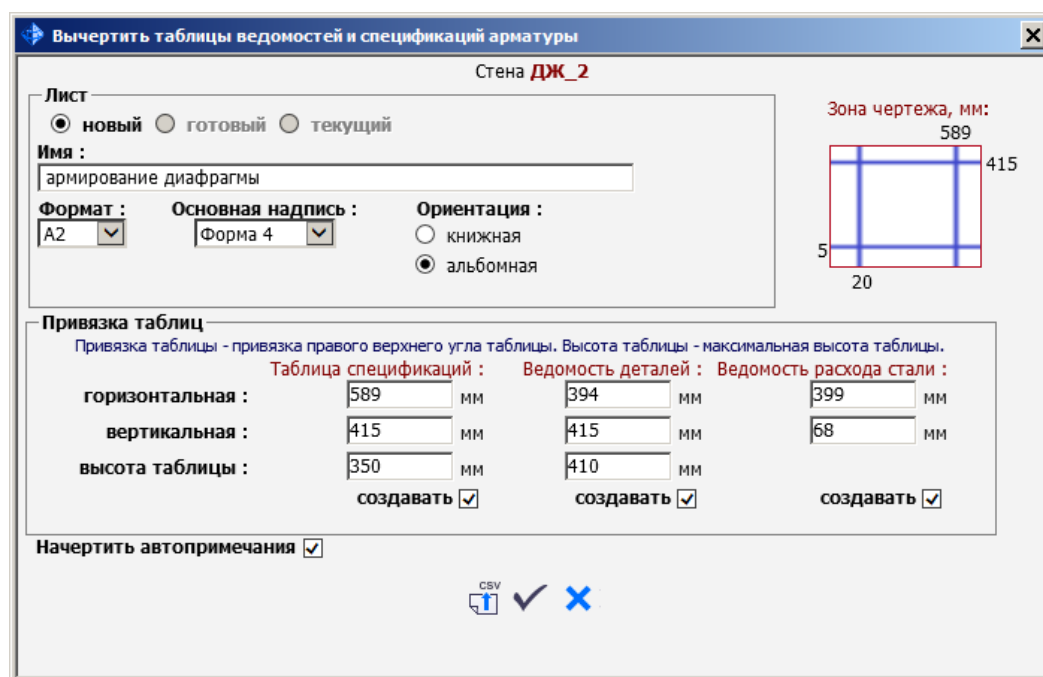

Рис.8.31. Диалоговое окно **Вычертить таблицы ведомостей и спецификаций арматуры**
- В открывшемся диалоговом окне **Вычертить таблицы ведомостей и спецификаций арматуры** (рис.8.31) введите следующее: